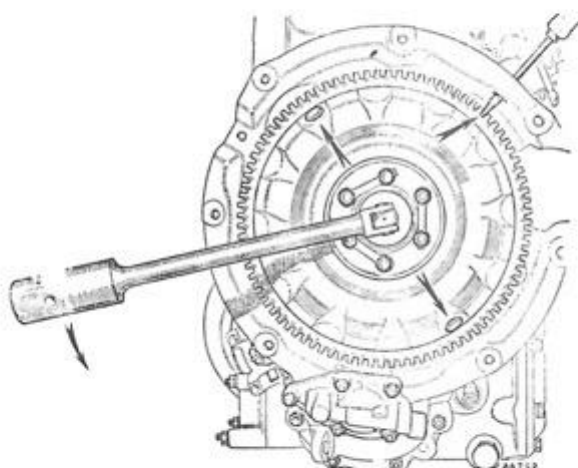

Fig. Aa.6
- 5) Frigør låseskiven på vædskekoblingens midterbolt. Med en skruetrækker, der sættes ind gennem hullet i vædskekoblingens hus, holdes vædskekoblingen, så den ikke drejer. Midterbolten tages af med værktøj 18G587 (se fig.Aa.6).